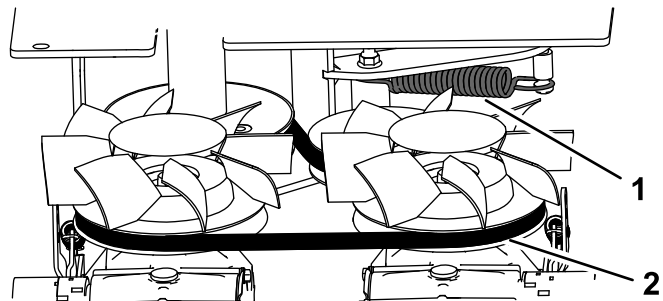

Figura 38
4. Inspeccione la correa (Figura 38). Cambie la correa si está desgastada; consulte \(página \).
6. Retire el muelle de extensión (Figura 38).
11. Instale el muelle de extensión (Figura 38).